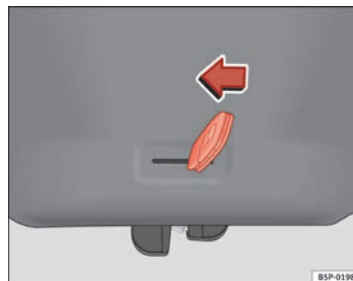
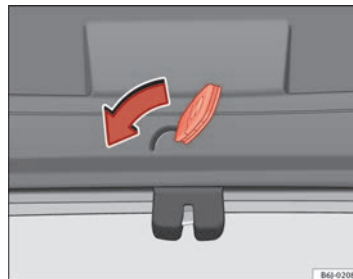

Fig. 50 IBIZA / IBIZA SC:
Fig. 51 IBIZA ST: Apertura d'emergenza del portellone
- Inserire l'ingegno della chiave nella fessura e sbloccare il dispositivo di chiusura girando la chiave da destra verso sinistra, come indicato dalla freccia ⇒ **fig. 50**, ⇒ **fig. 51**. ■